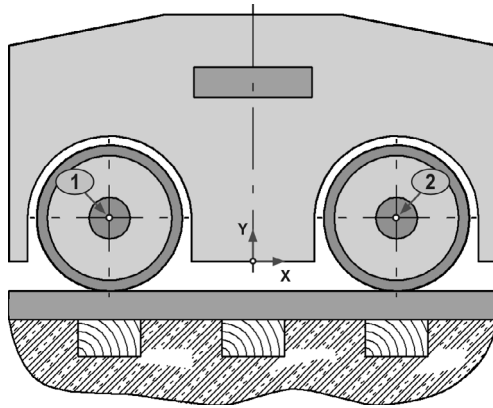

Рис. 45.10. Базовые точки вставок фрагмента
8. Чтобы вставить локальный фрагмент в чертеж, последовательно укажите в качестве точки привязки точки 1 и 2 (рис. 45.10).